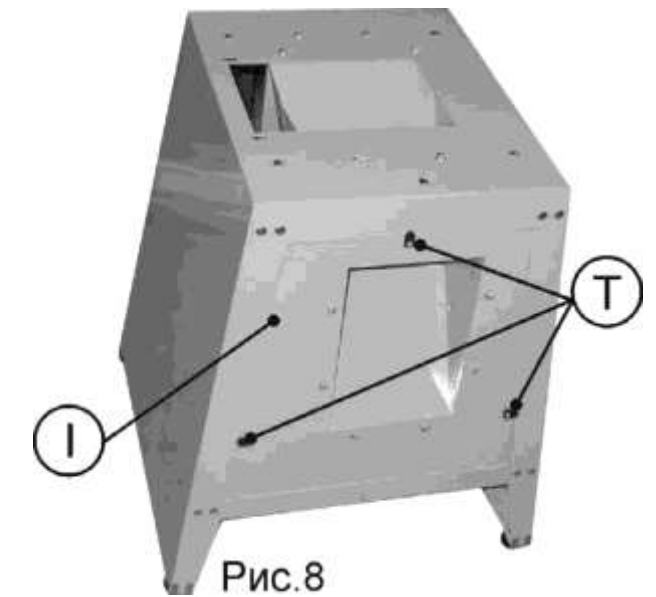

Рис.8
8.1.10. Установите левую боковую панель (I), как показано на Рис. 8, при помощи болтов с квадратными подголовками, шайб и гаек, а также трех фиксаторов (Т).